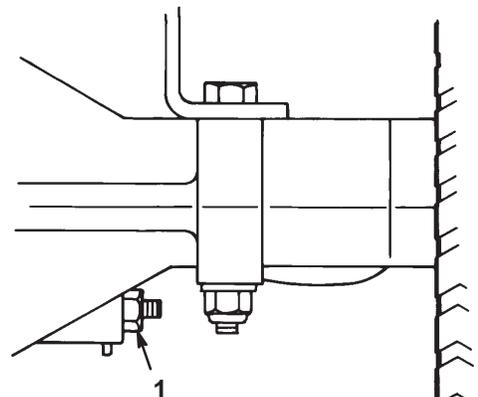

Figure 18
Le frein se trouve du côté droit de l'essieu arrière, à l'intérieur du pneu arrière (Fig. 18). Un réglage est nécessaire si le frein de stationnement ne tient pas ou offre une puissance d'immobilisation insuffisante.
2. Pour augmenter la résistance de freinage, serrez l'écrou de réglage du frein (Fig. 18) de 1/8 de tour vers la droite.